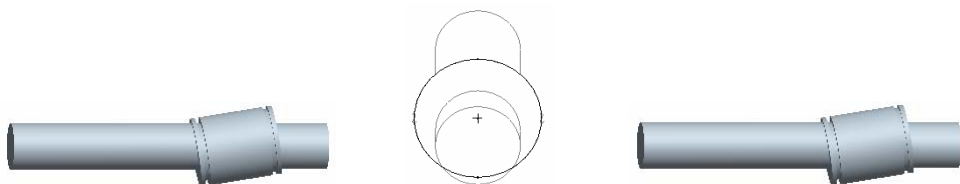

图 5.33.14 实体切削拉伸特征 3 图 5.33.15 截面草图 5.33.16 实体切削拉伸特征 4
Step8. 添加图 5.33.14 示的实体切削拉伸特征 3，相关操作如下：
(1) 单击  按钮，在出现的操控板中确认“实体”类型按钮  被按下，并按下“移除材料”按钮  和“加厚草绘”按钮 。